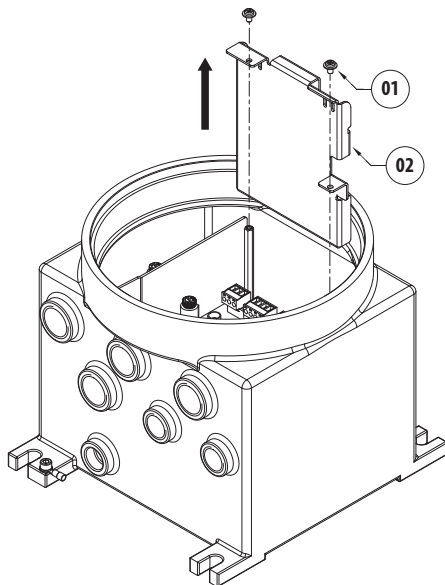

Рис. 7
Открутите винты (01) и извлеките соединительный лоток (02) (Рис. 7, страница 14).